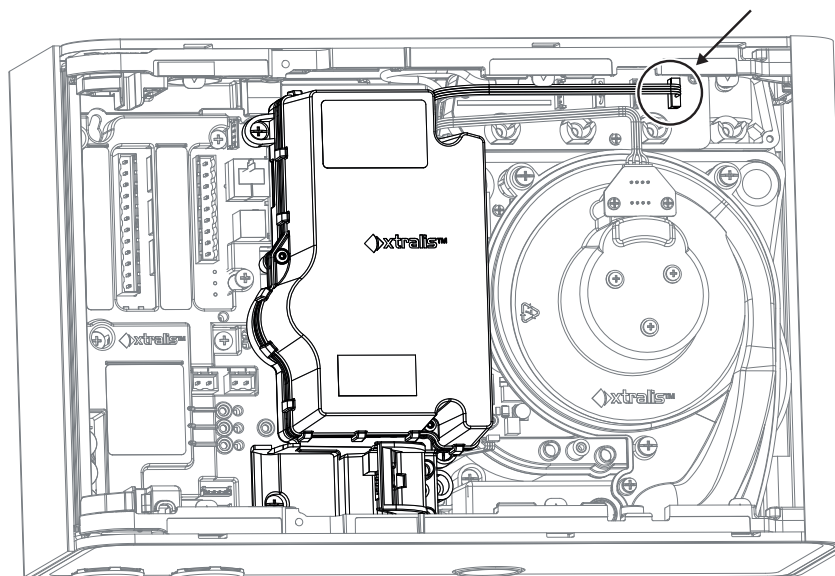

Figure 7-15: Déconnecter le faisceau de la chambre
3. Retirez le faisceau de chambre du connecteur J3 (Figure 7-15).
5. Reconnecter le faisceau à J3 (Figure 7-15).